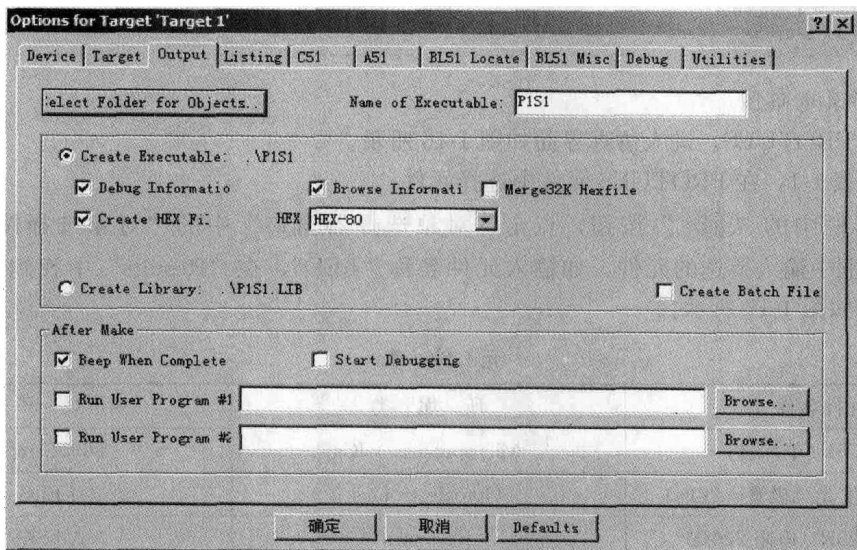

图 1-14 建立 HEX 文件
1) 右击“Target 1”, 弹出“Options for Target ‘Target 1’”对话框, 选择“Output”选项卡, 在“Name of Executable”输入可执行文件名, 默认名同工程名, 如我们前面建立的工程名为 P1S1, 将“Create Executable”中的“Create HEX file”选中 (打√), 如图 1-14 所示。点击“确定”。这时将要建立的可执行文件就存在和工程同一文件夹中 (也可点击“Select Folder for Objects”选择保存位置)。